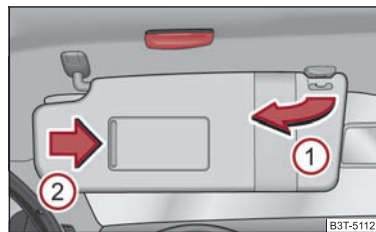

Abb. 60 Sonnenblende: Ausschwenken - links / doppelte Sonnenblende: Zurückschwenken - rechts
Die Sonnenblende für den Fahrer bzw. Beifahrer können Sie aus der Halterung herausziehen und zur Tür in Pfeilrichtung ① ⇒ Abb. 60 schwenken.